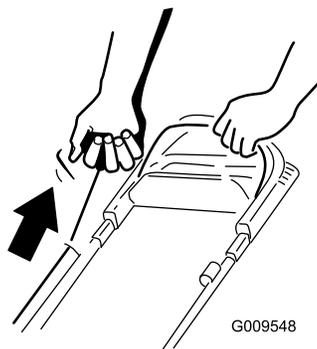

Рисунок 18
2. Потяните рукоятку ручного стартера (Рисунок 18).
Примечание: Тяните за рукоятку ручного стартера без усилия до тех пор, пока не почувствуете сопротивление, после чего резко дерните ее (Рисунок 18). Дайте тросу медленно вернуться в рукоятку.